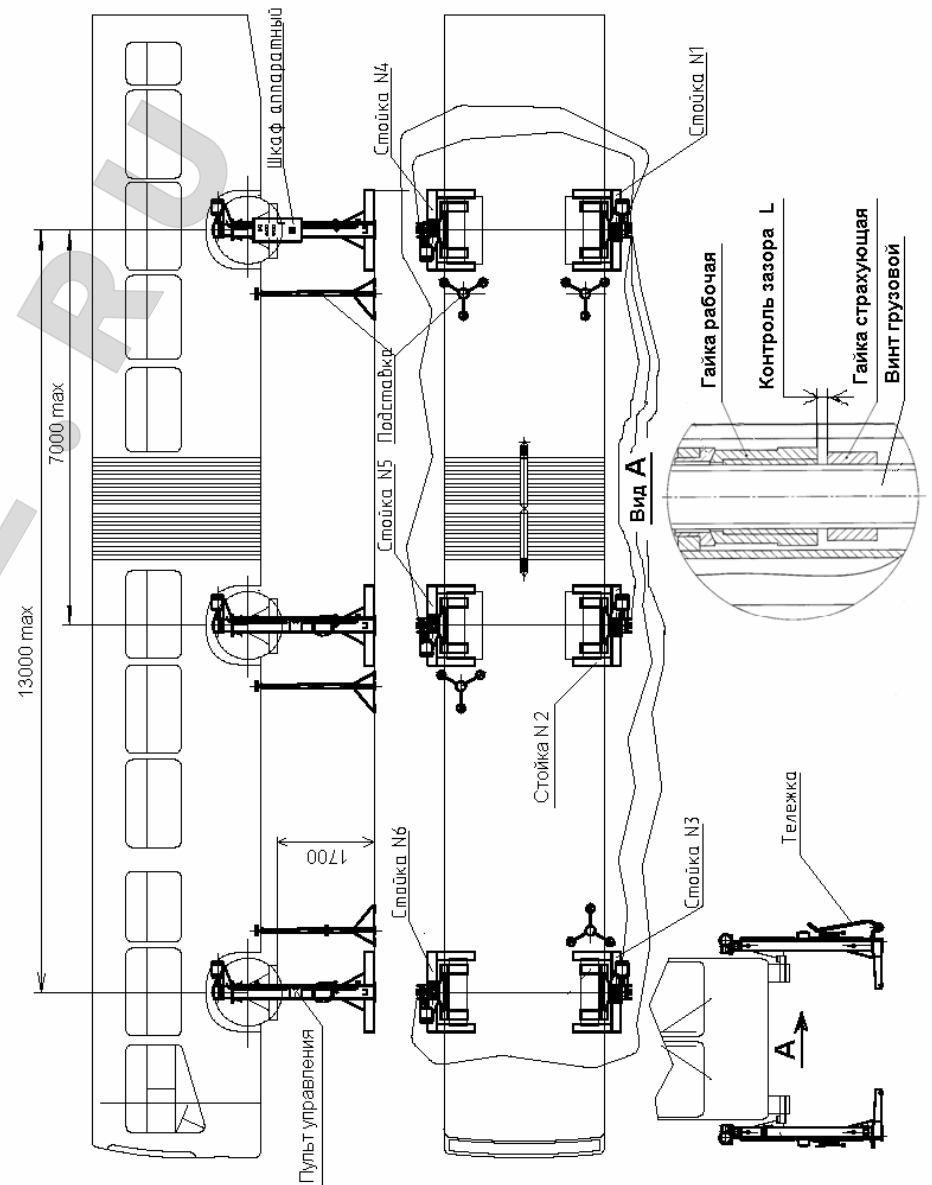
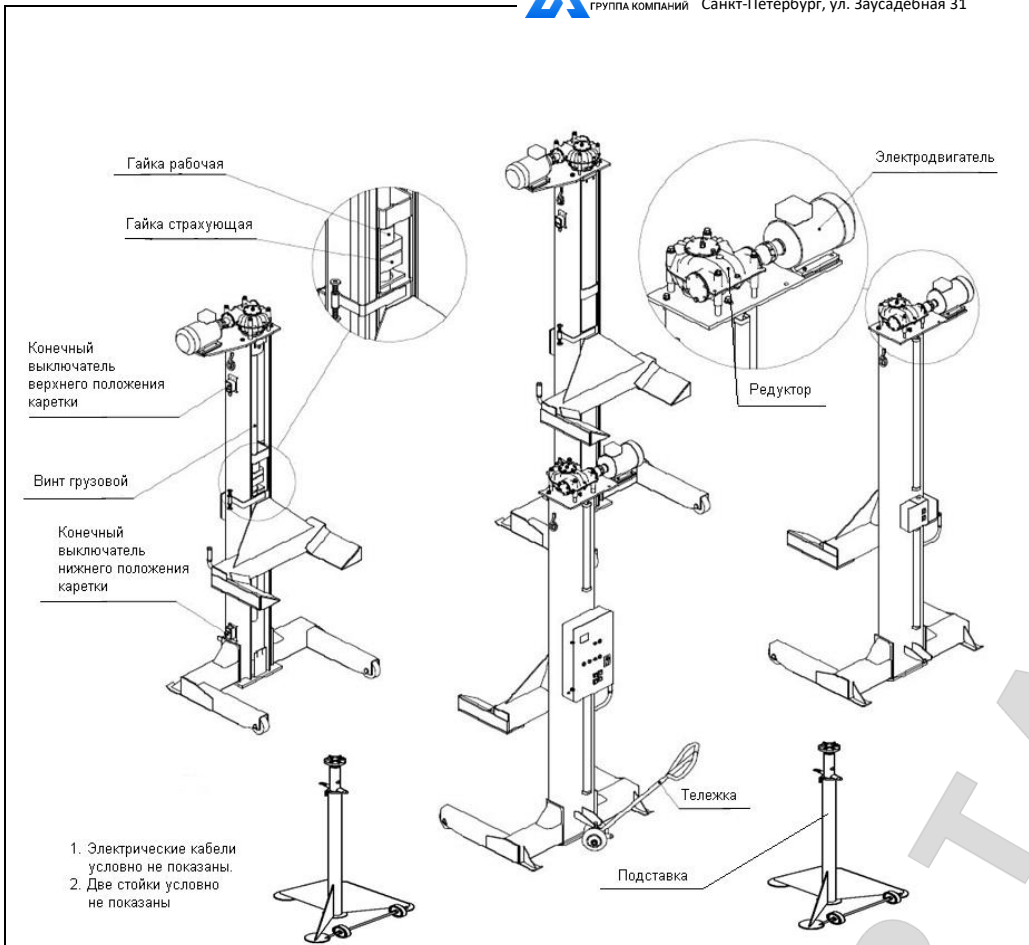

Рис. 1. Подъемник передвижной ПП-24
Рис. 2. Составные части подъемника передвижного ПП - 24
4.1. Подъемник состоит из шести стоек (см. Рис.1 и Рис.2), каждая из которых имеет электромеханический привод, каретку, грузовой винт, рабочую и страхующую гайки, конечные выключатели верхнего и нижнего положения кареток. На первой стойке установлен шкаф аппаратный, имеющий корпус с панелью электрооборудования, автоматический выключатель, лампочку «Сеть», кнопки «Вверх» и «Вниз» для управления первой стойкой и кнопки «Вверх» и «Вниз» для управления всеми стойками одновременно.